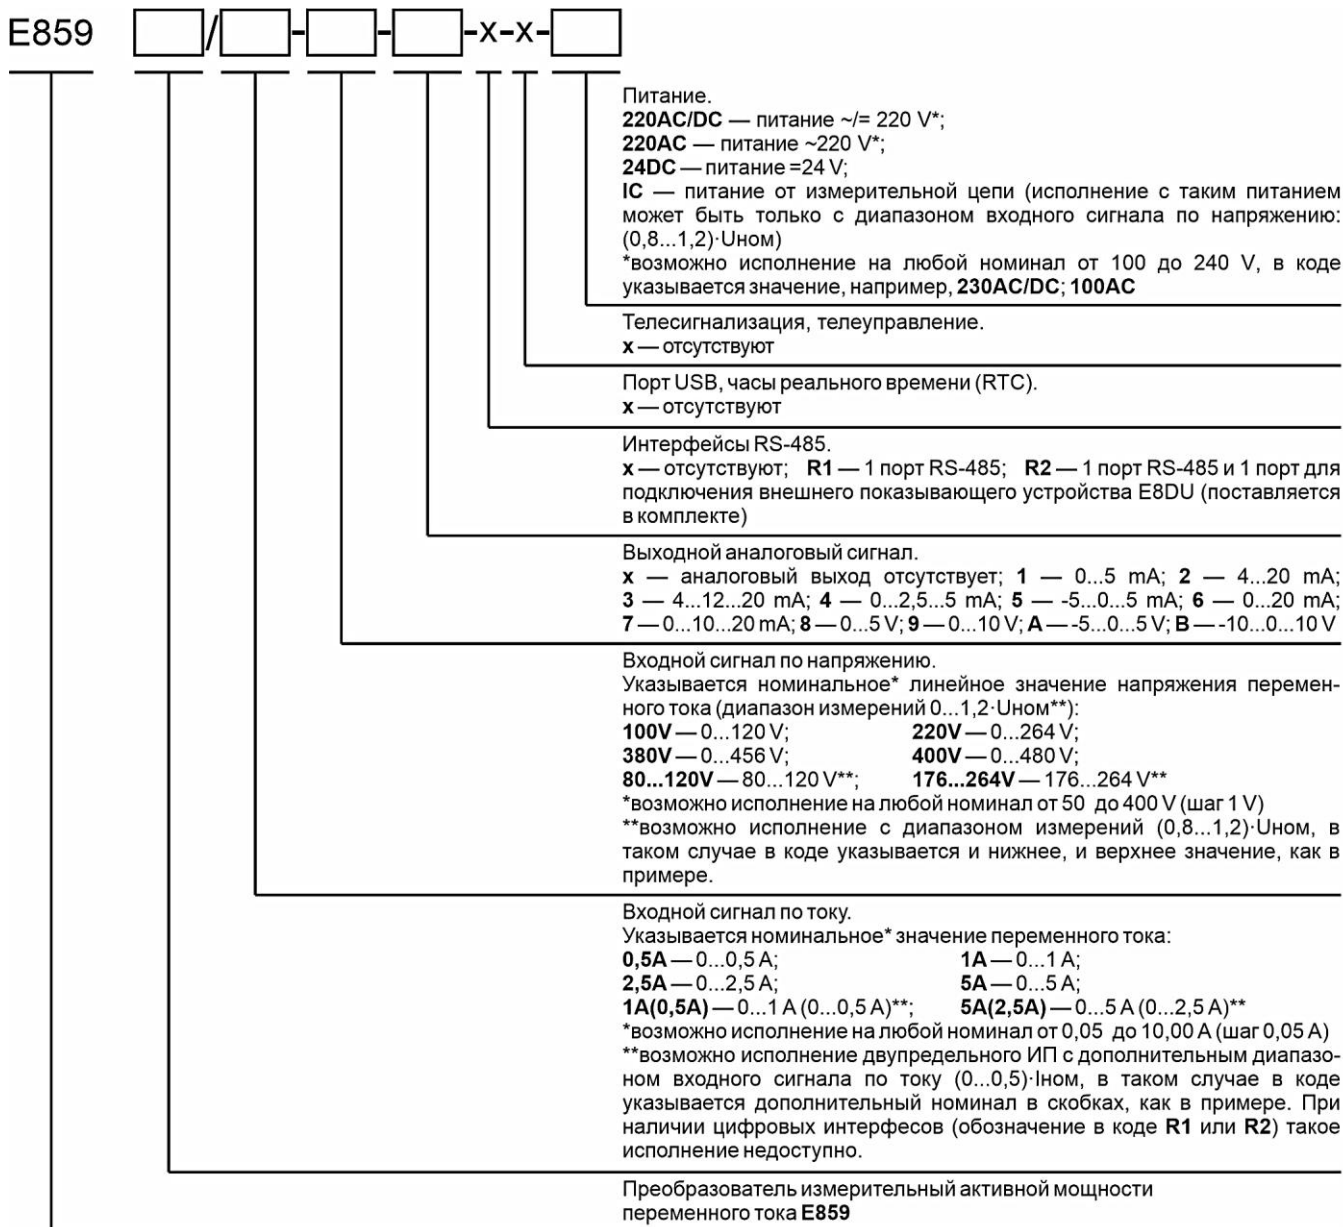

Рисунок 1 – Схема условного обозначения ИП
2.1 Основные технические данные ИП Е859 в соответствии с кодом условного обозначения (рис. 1).